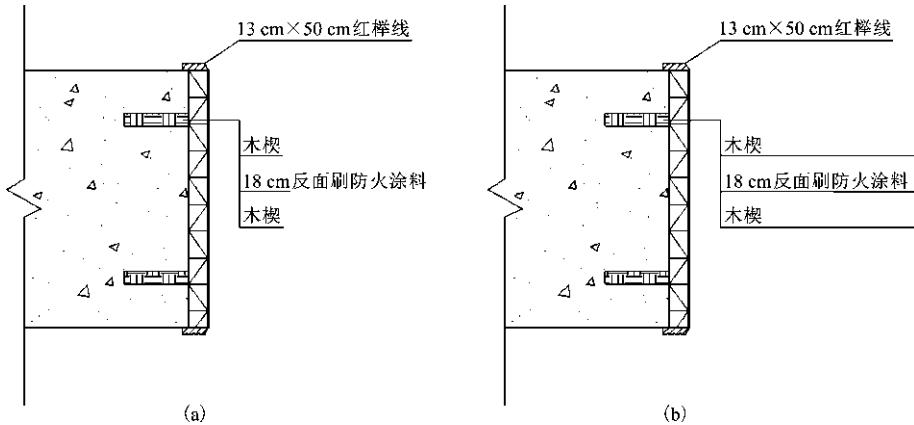

图 1-87 修改单行文字的内容和水平线段的长度
⑥在中间的“木楔”字样上双击左键，将文字修改为“18 cm 反面刷防火涂料”，如图 1-87 (a) 所示。
⑦用夹点修改方法将文字下的水平直线进行拉伸，使其略长于文字的长度，如图 1-87 (b) 所示。